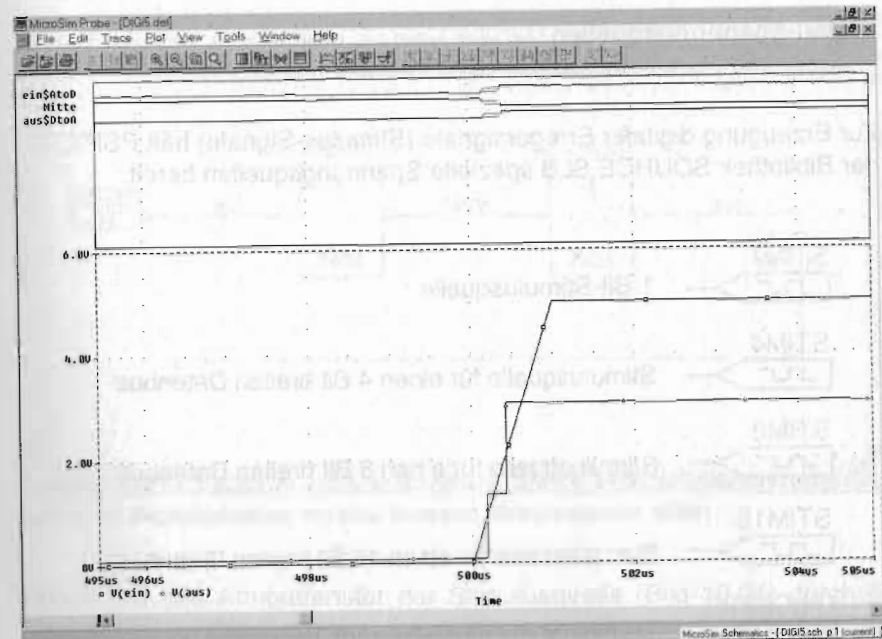

Bild 10.20: Ausschnittvergrößerung von Bild 10.19 zur Darstellung der unbestimmten Zustände in den Übergangsbereichen
- Stellen Sie mit Hilfe der neu erlernten Zoommöglichkeiten einen PROBE-Bildschirm entsprechend Bild 10.20 her.